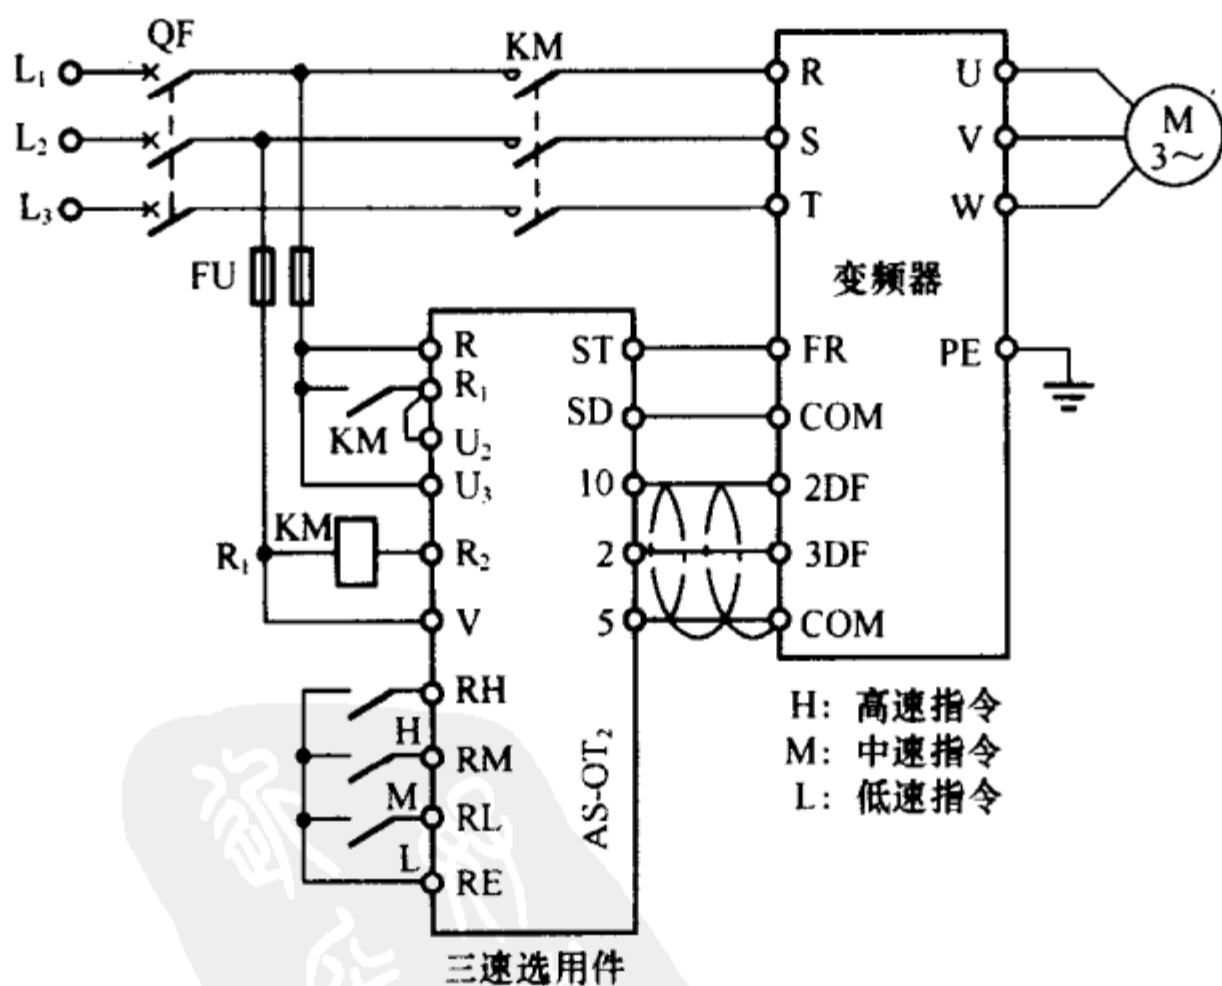

图 48 附带三速选用件的三速运行线路
(1) 线路之一。如图 48 所示，该线路中变频器附带三速选用件。